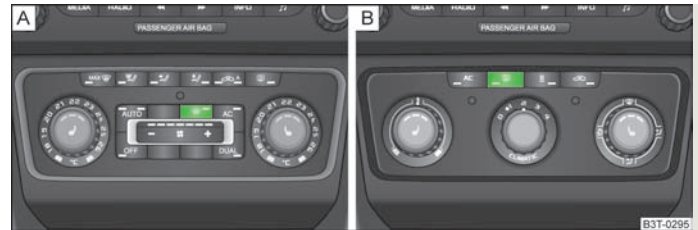

Abb. 45 Schalter für Frontscheibenbeheizung / Schalter für Heckscheibenbeheizung
- Die Frontscheibenbeheizung wird durch Drücken des Schalters **A** » Abb. 45 - **A** ein- bzw. ausgeschaltet - die Kontrollleuchte im Schalter leuchtet bzw. erlischt.
- Die Heckscheibenbeheizung wird durch Drücken des Schalters **B** » Abb. 45 - **B** ein- bzw. ausgeschaltet - die Kontrollleuchte im Schalter leuchtet bzw. erlischt.